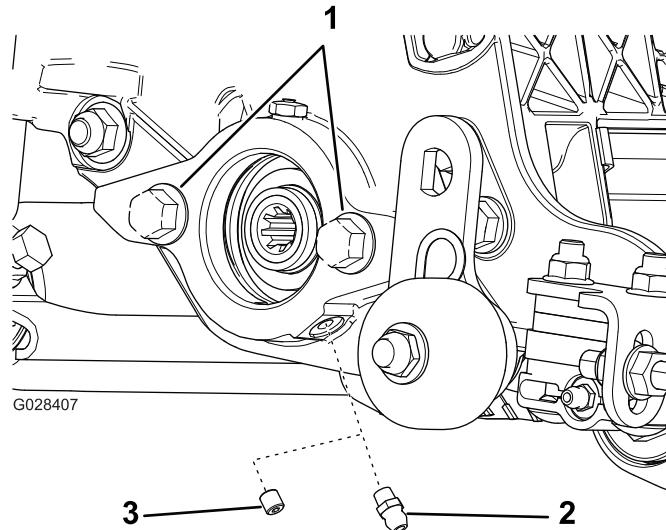

Figura 5
1. Retire y deseche el tornillo de fijación de la placa lateral del motor del molinete (Figura 5).
3. Instale el engrasador recto (Figura 5).
3. Si no hay pernos en la placa lateral del motor del molinete, instálelos (Figura 5).